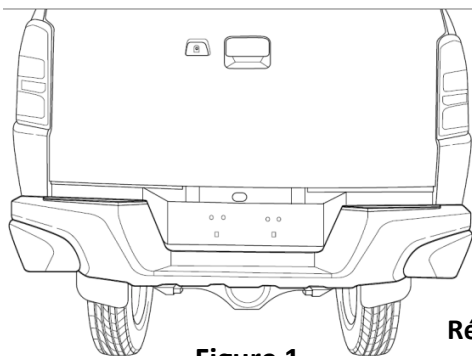

Figure 1
1. Enlever le pare-chocs à marchepied du véhicule, en retirant deux (2) boulons inférieurs du support de pare-chocs à marchepied, des deux côtés. S'assurer de débrancher le câblage électrique pour les capteurs de recul (si présents). Voir la Figure 1.